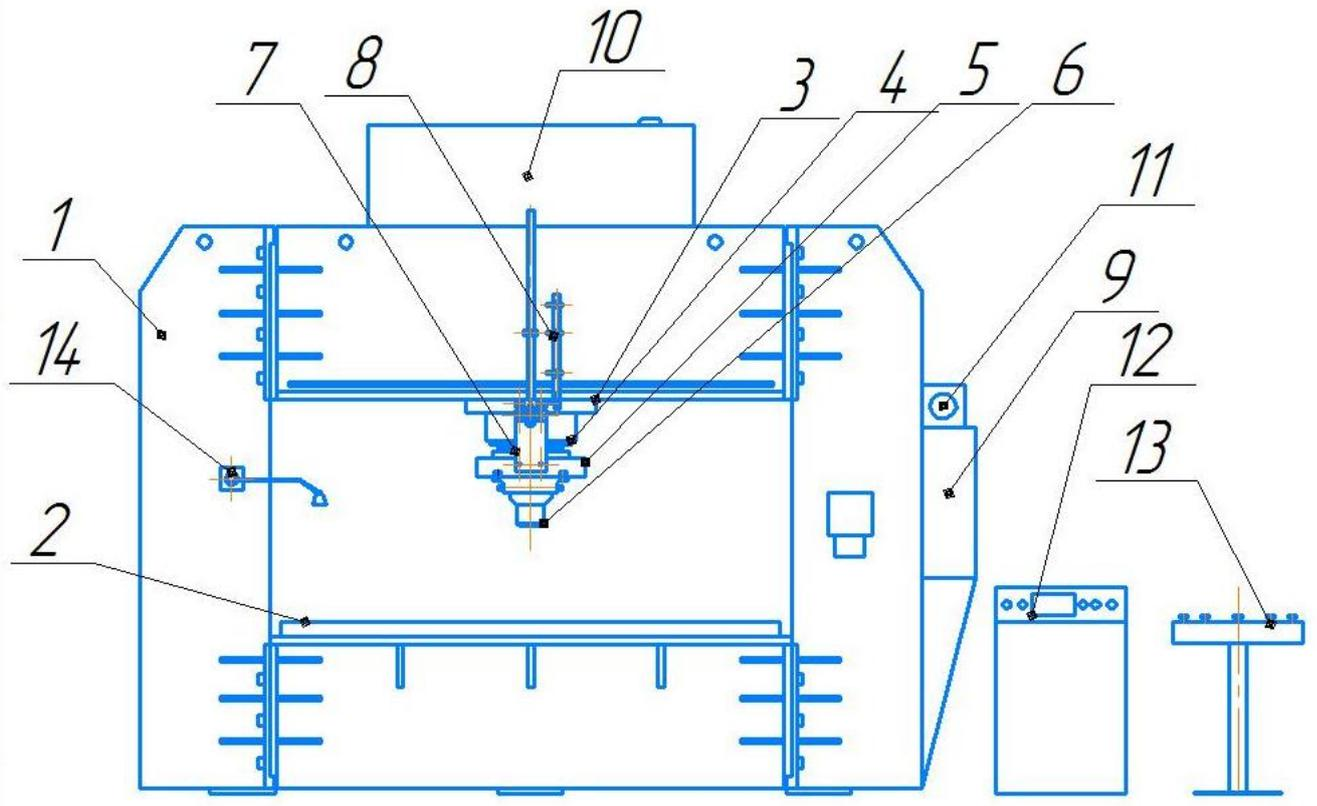

Рисунок 2. Состав прессы
4.1. Общий вид пресса с обозначением его составных частей см. рис. 2
листового проката. В корпусе установлен гидроцилиндр поршневого типа 2, с закрепленной на штоке плитой 3 для установки правильного инструмента. По бокам корпуса закреплены планки 4, в отверстия которых неподвижно установлены эксцентриковые оси 5. На осях при помощи шариковых подшипников качения вращаются ролики 6, перемещая корпус по направляющим планкам 7. Мотор редуктор 8, через цепную передачу 9, передает вращение на вал 10, на концах которого установлены шестерни 11, находящиеся в зацеплении в зубчатыми рейками 12. В верхней части корпуса цилиндра закреплен бак наполнения 10 (см рис.2). На лицевой стороне пресса, к корпусу цилиндра, закреплен механизм конечных выключателей.